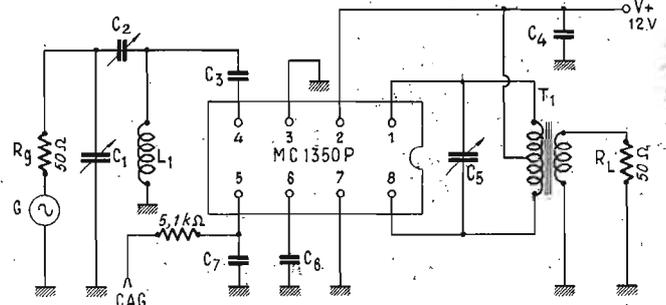

Fig. 7
Voici maintenant un deuxième montage de mesures ou d'application, représenté par le schéma de la figure 7. Ce montage permet la mesure du gain.
**Gain de puissance** : la tension  $V_{CAG}$  a été fixée à 5 V et les mesures ont été effectuées avec le montage de la figure 7 à trois fréquences différentes.